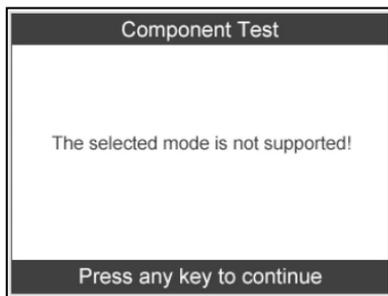

Imagen 6.26
- Algunos vehículos no permiten que los instrumentos de diagnóstico controlen sus sistemas o componentes. Si el vehículo sometido a la prueba no soporta la prueba de fuga EVAP, aparecerá en pantalla un mensaje de aviso. (Imagen 6.26)